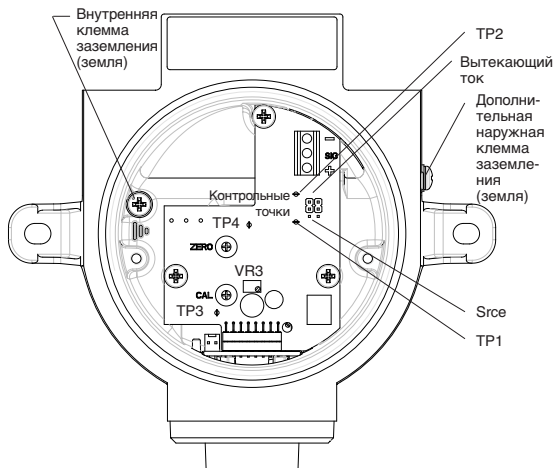

Рис. 14. Компоновка печатной платы детектора **Xgard** типа 6 (показана без защитной панели платы).
Все соединения выполняются с помощью клеммной колодки с винтовыми прижимными клеммами, расположенной на плате в соединительной коробке. На клеммах имеется маркировка '+' и '-'; при подключении детектора к управляющему устройству следует соблюдать полярность. На заводе детектор Xgard типа 6 настраивается как устройство с втекающим током, если при заказе не указывается иное. Для его переналадки в режим источника тока необходимо открыть соединительную коробку и переставить две перемычки на плате усилителя из положения sink (потребитель) в положение source (источник), как показано на рис. 14.
**Примечание.** Заземление детектора газов Xgard выполняется с помощью встроенной клеммы заземления (см. рис. 14). Внешняя клемма заземления (см. рис. 14) может использоваться только для дополнительного электрического соединения и только если это разрешено или требуется местными органами власти. Для ограничения радиочастотных помех соединительную коробку и оплетку кабеля следует заземлить на панель управления. Заземляющие соединения можно выполнять только в безопасной зоне, при этом следует избегать образования контуров заземления.
5. Перед началом калибровки детектора необходимо привести в равновесие термокондуктометрический чувствительный элемент. Для этого следует снять пластину платы усилителя и подсоединить цифровой вольтметр к контрольным точкам, обозначенным 'TR3' и 'TR4', как показано на рис. 14. При этом на цифровом вольтметре должен быть установлен милливольтный диапазон измерения постоянного напряжения. Проверить данные о фоновом газе по табличке, закрепленной на детекторе. Такими газами обычно являются воздух, диоксид углерода, азот или аргон. Подать на чувствительный элемент фоновый газ (в концентрации 100 % об.) с расходом 0,5–1 л/мин. через проточный адаптер (кат. № C03005). Если фоновым газом является воздух, можно подать на чувствительный элемент **чистый** воздух из атмосферы. Регулировать потенциометр, обозначенный 'VR3', пока показания цифрового вольтметра не станут равными 0,00 мВ. После этого можно установить пластину платы на место.
6. Подсоединить цифровой вольтметр к контрольным точкам, обозначенным 'TR1' и 'TR2', как показано на рис. 14.